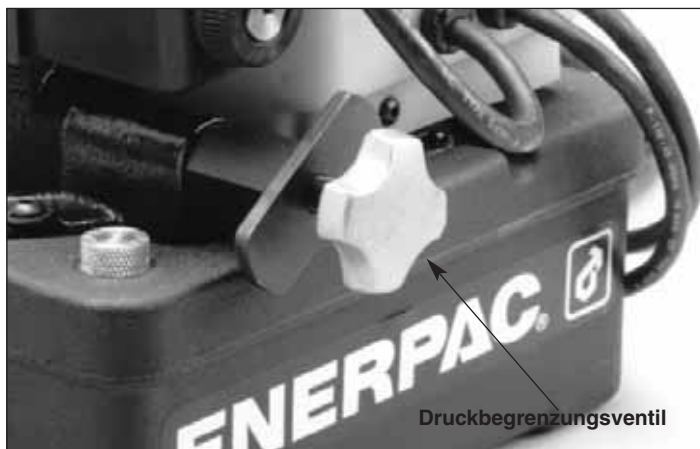

Abbildung 1 – Druckbegrenzungsventil der Pumpe
4. Die Sperrmutter öffnen und das Entlastungsventil etwas herausdrehen (nach links), um einen unerwünschten Druckstau zu verhindern. Zur Einstellung des Entlastungsventils sind keine Werkzeuge notwendig. Siehe Abb. 1.
2. Die Sperrmutter öffnen und das Druckentlastungsventil etwas herausdrehen, um einen unerwünschten Druckstau zu verhindern. Siehe Abb. 1.